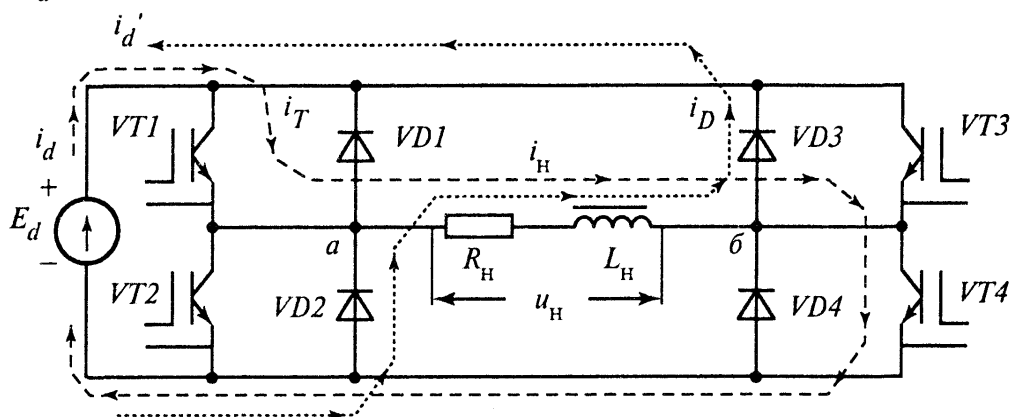
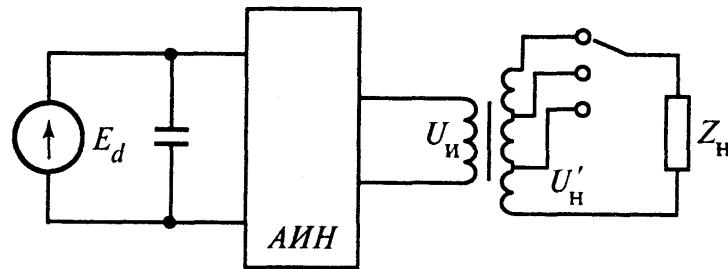

Рис. 1
Рис. 2
1. Однофазный АИН собран по схеме рис.1 $E_d = 100$ В, $R_H = 10$ Ом, $L_H = 0,064$ Гн, $f_H = 50$ Гц. Определить максимальное значение тока нагрузки $I_{H \cdot \max}$.
2. Однофазный АИН собран по схеме рис.1 $E_d = 100$ В, $R_H = 10$ Ом, $L_H = 0,064$ Гн, $f_H = 50$ Гц. Определить минимальное значение тока нагрузки $I_{H \cdot \min}$.
3. Однофазный АИН собран по схеме рис.1. Используя метод основной гармоники (считая, что потребляемый от инвертора ток имеет синусоидальную форму), рассчитать, на какие средние значения токов должны быть выбраны силовые транзисторы (I_{VT}), обратные диоды (I_{VD}). Определить среднее значение тока, потребляемого от источника постоянного напряжения I_d , максимальное значение напряжения, прикладываемого к транзисторам $U_{VT \max}$ и обратным диодам $U_{VD \max}$, если действующее значение выходного тока инвертора $I_{\text{вых}} = 10$ А, угол сдвига между током и напряжением $\varphi = 30^\circ$ и напряжение источника питания $E_d = 100$ В.
4. Однофазный АИН собран по схеме рис.1 и формирует кривую выходного напряжения в виде меандра. Определить необходимое значение напряжения источника питания E_d и E'_d для получения действующего значения напряжения на нагрузке: а) $U_H = 100$ В; б) $U'_H = 50$ В.
5. Однофазный АИН собран по схеме рис.1 и формирует кривую выходного напряжения в виде меандра. Определить необходимое значение коэффициента трансформации выходного трансформатора (рис.2) K_m для